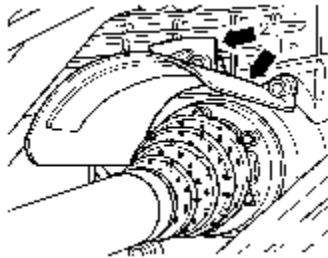
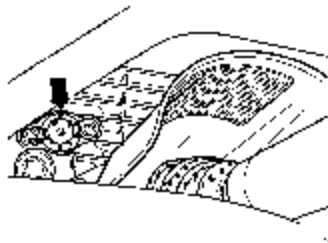

图 9-62 传动轴护板
图 9-63 锁止机构
(7) 5 挡和倒挡锁止机构的检查和更换
①拆下右传动轴上方的护板（图 9-62 箭头 2），压出右传动轴上方的护板（图 9-62 箭头 1）。拆卸图 9-63 中箭头所示锁止机构。